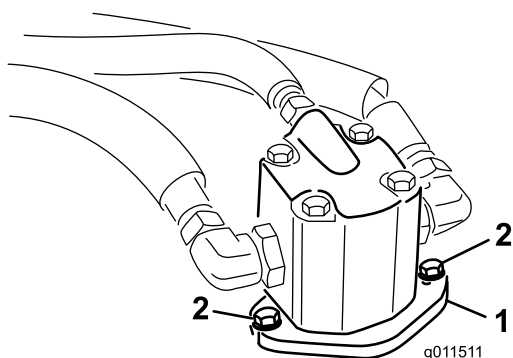

Figure 1
2. Enlevez les boulons qui fixent le moteur hydraulique au plateau de coupe (Figure 1). Soulevez le moteur du plateau et posez-le à l'écart sur une surface propre. Veillez à ne pas endommager l'accouplement en aluminium.